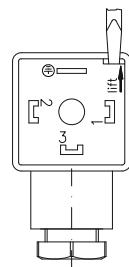

Fig. 8
- ↳ Ouvrir l'intérieur ⑧ de la boîte de raccordement ② avec un tournevis ou un outil similaire (→ Fig. 8).